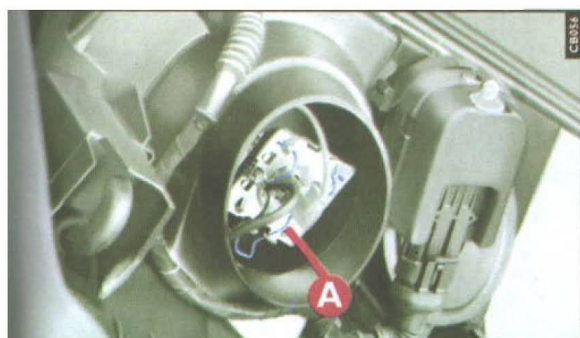

fig. 9
- 2) soltar a mola de fixação **A** - **fig. 9** e retirar a lâmpada;